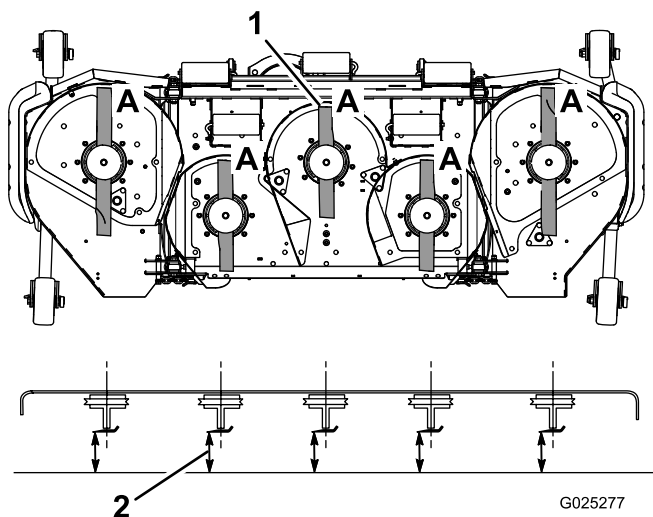

Figura 22
3. Girate le lame fino a disporle in parallelo con la lunghezza della macchina (Figura 22). Misurate da un piano orizzontale fino al tagliente delle lame, posizione A, (Figura 22). Prendete nota di questa misura.